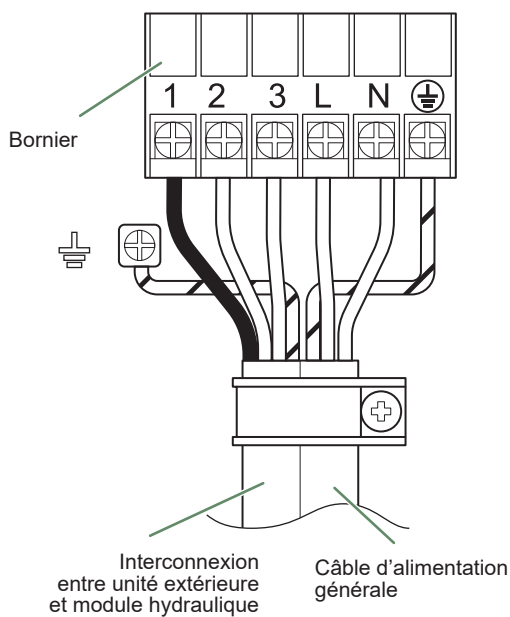

fig. 33 - Accès au bornier de l'unité extérieure
- Installer la vanne filtre sur le retour circuit chauffage dans le sens préconisé (rep. **VF**, fig. 33).